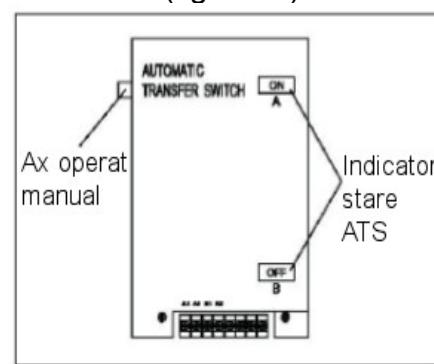

Fig.3-12
- c) Display-ul pentru starea comutatorului de transfer indica "ON" (fig. 3-12).